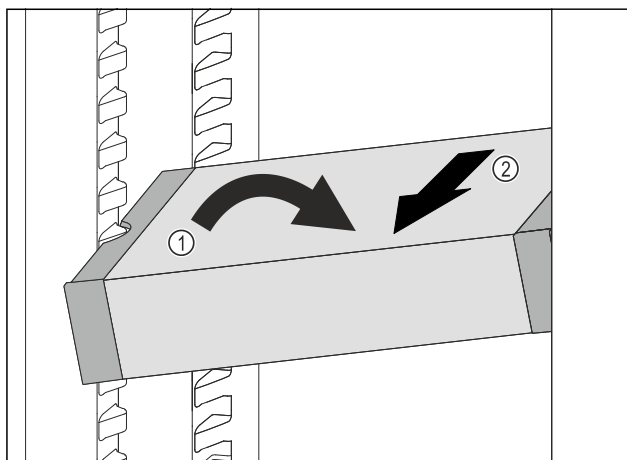

Fig. 124
- VarioSafe im Kühlteil schräg stellen. Fig. 124 (1)
- VarioSafe nach vorne entnehmen. Fig. 124 (2)